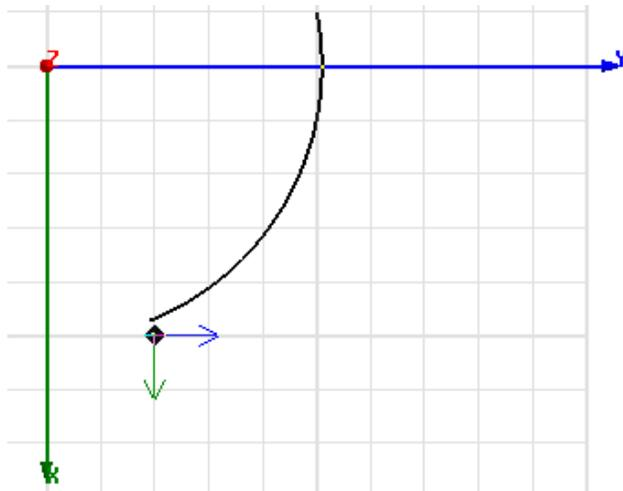

Рис. 3.6. Отрезок дуги, начерченный в плоскости ху
1. В меню **Draw** укажите **Arc**, и затем нажмите **Center point** (рис. 3.6).